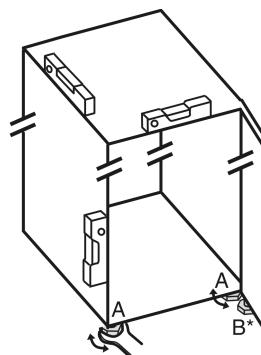

Fig. 19
- Seřizovací nožky Fig. 19 (A) vyšroubujte pomocí příloženého vidlicového klíče a pomocí vodováhy, dokud nebude spotřebič pevně vyrovnaný.
- Seřizovací nožku Fig. 19 (B) na stojanu ložiska vytáchejte pomocí příloženého vidlicového klíče, až dosedne na zem.
- Seřizovací nožku Fig. 19 (B) otáčejte dál o 90°.